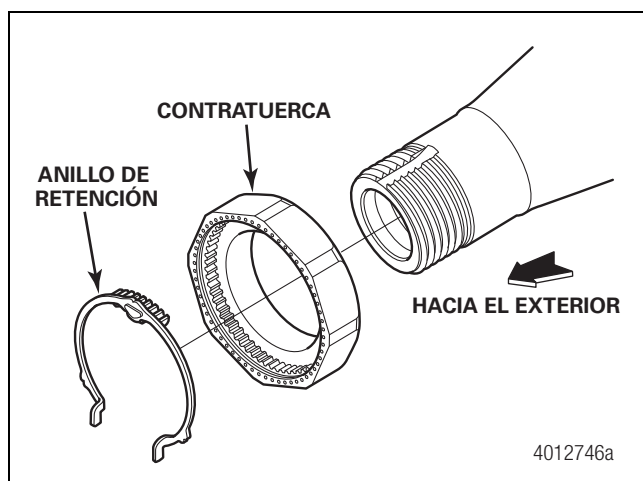

Figura 10.14
1. Retire el anillo de retención de la tuerca. Con un destornillador separe con cuidado el brazo de retención de la ranura de la tuerca en ambos lados, hasta que se libere el anillo de retención. Figura 10.14.